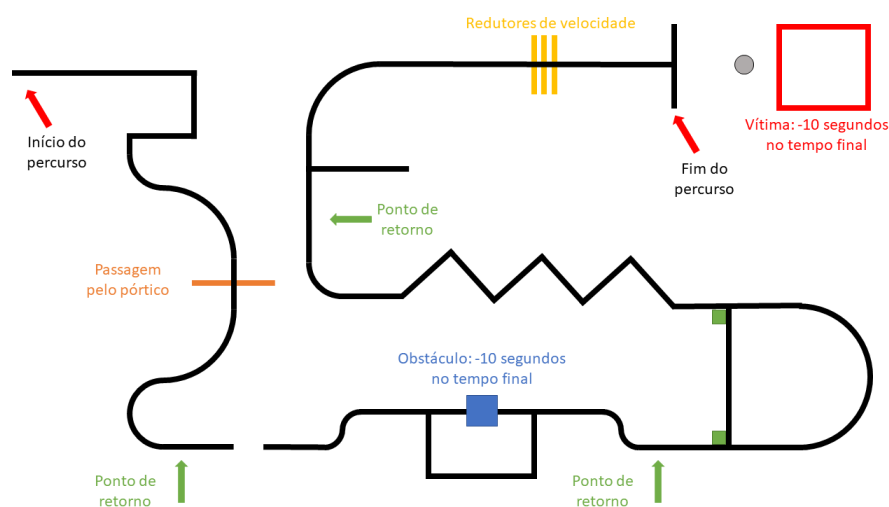

Figura 6: Exemplo de pista para a categoria Seguidor de linha com desafios.
- 2.3.12. A Figura 6 apresenta um exemplo de percurso no qual podem ser observados as características e os desafios citados anteriormente.